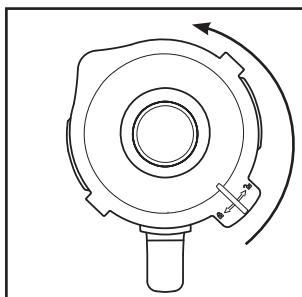

Fig. 1
- 1) Tag blenderkanden **③** lodret op fra motorblokken **⑥**.
- 2) Fjern låget **②** ved at dreje det mod uret i retning af position  (se fig. 1), indtil du kan tage det af oppefra.
- 3) Fyld blenderkanden **③** mindst op til den nederste streg på skalaen **④** og maksimalt til MAX-markeringen. For at opnå optimale resultater anbefaler vi følgende maksimale påfyldningsmængder:
- 1) Tag blenderkanden **③** af motorblokken **⑥**. Fjern låget **②**, så produktet står mere stabilt, ved at dreje det mod urets retning i position (se fig. 1), indtil du kan tage det af oppefra.